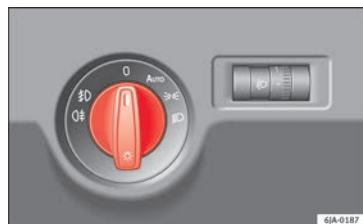

Abb. 131 Kombiinstrument: Lichtschalter
Bei Fahrzeugen mit **Rechtslenkung** weicht die Anordnung der Bedienelemente teilweise von der in »» **Abb. 131** »» Seite 126 gezeigten Anordnung ab. Die Symbole zur Anzeige der einzelnen Bedienelemente sind jedoch identisch.
- Drehen Sie den Lichtschalter \ggg Abb. 131 in Stellung $\Rightarrow \Leftarrow$.
- Drehen Sie den Lichtschalter \ggg Abb. 131 in die Position 0.
Das Tagfahrlicht ist eine zur Erhöhung der Verkehrssicherheit vorgesehene Beleuchtungsvorrichtung. Es handelt sich um in die Scheinwerfer integrierte Leuchten, die bei jedem Einschalten der Zündung eingeschaltet werden, wenn der Lichtschalter in der Stellung 0 oder AUTO »» **Abb. 131** steht. Sobald Sie das Standlicht einschalten, wird es automatisch ausgeschaltet.
Wenn der Lichtschalter in der Position **AUTO** »» **Abb. 131** steht, schalten sich das Standlicht und das Abblendlicht, sowie die Kennzeichenbeleuchtung automatisch ein und aus.